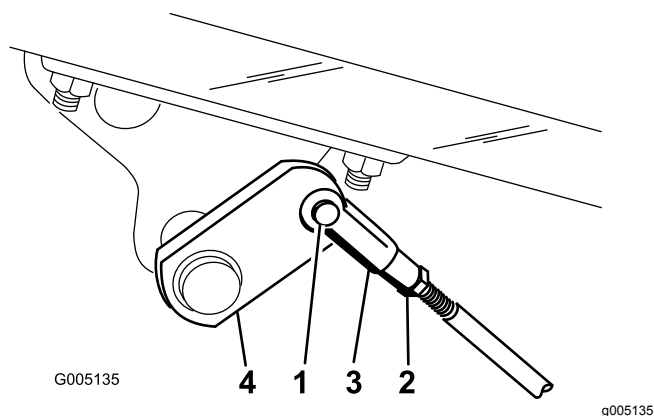

Figura 56
2. Si los frenos no se bloquean en la misma medida, desconecte las varillas de los frenos retirando el pasador y la chaveta (Figura 56).
3. Afloje la contratuerca y ajuste la horquilla (Figura 56).
4. Monte la horquilla en el eje del freno (Figura 56).